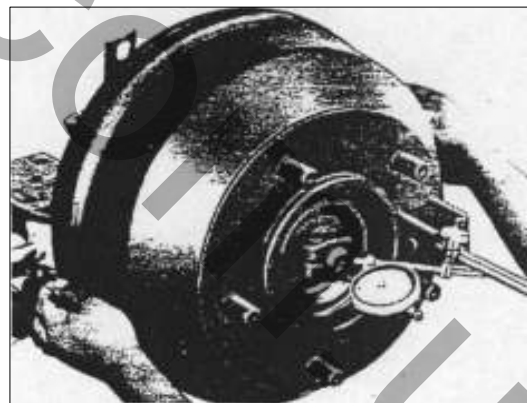

РИС. 285
11) Установите индикатор ИЧ-10 с держателем на ступицу, с натягом плунжера 5 мм (см. рис.285).